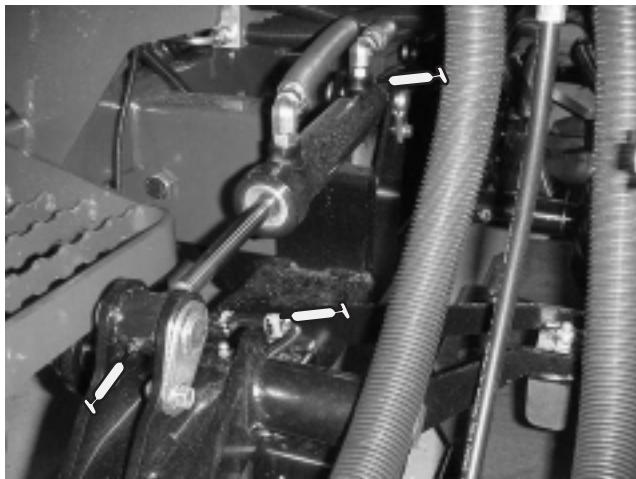

Figure 23
- Bagues de bras de relevage (1 par plateau) (Fig. 23).
- Bagues de vérin de relevage (2 par plateau) (Fig. 23).